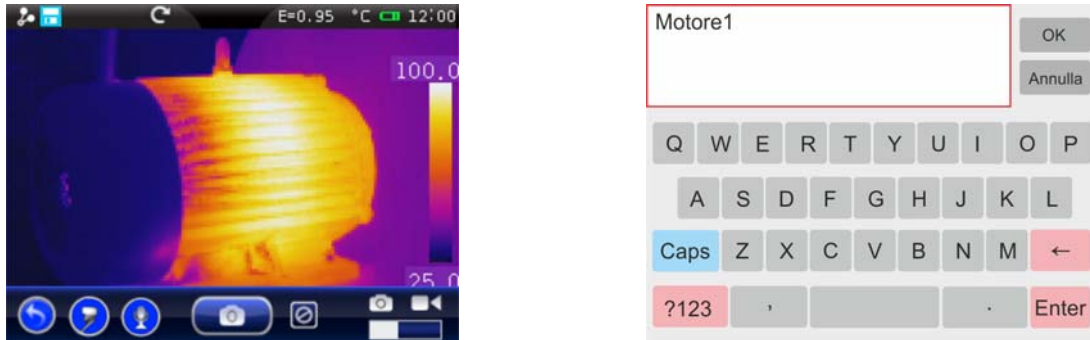

Abb. 63: Einfügen einer Textaufzeichnung
1. Speichern Sie ein Bild wie im § 5.2.4.1 beschrieben. Am Ende der Operation wird die Bedingung des Geräts in Abb. 63 – linke Seite angezeigt.
2. Berühren Sie das Symbol "🗨️". Die Bildschirmseite von Abb. 63 – rechte Seite erscheint im Display.